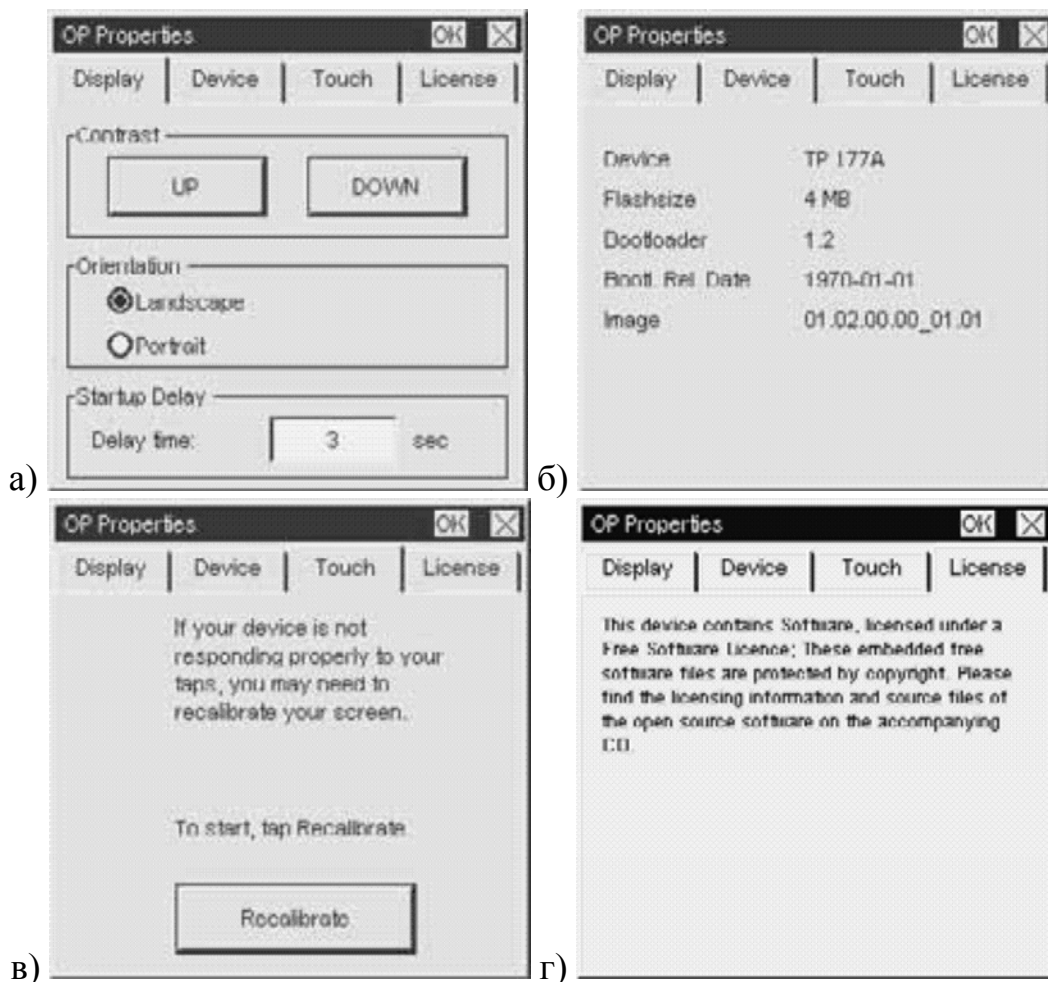

Рис. 3.6. Диалоговые окна панели управления сенсорного монитора TP177A
В панели управления особое внимание следует уделить меню настройки параметров панели оператора (OP) и меню передачи проекта (Transfer) (рис. 3.6). Первое меню используется для настройки контрастности экрана, ориентации экрана, задержки запуска проекта. На вкладке Device можно посмотреть информацию о мониторе TP177A. Второе меню необходимо для настройки канала передачи данных из ПЭВМ и ПК в монитор или обратно.